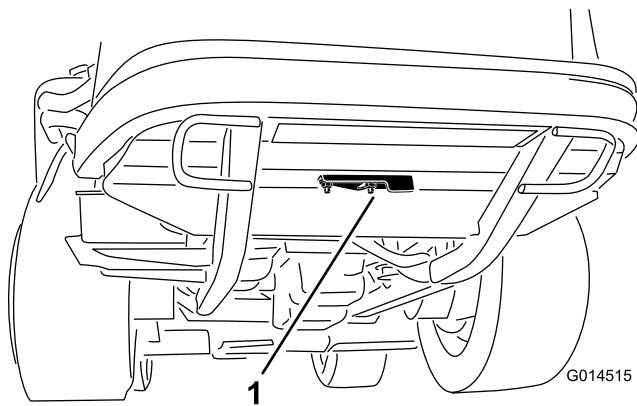

Figura 42
2. Afloje la tuerca con arandela prensada que sujeta la tapa del hueco de limpieza a la parte inferior del bastidor trasero (Figura 42). Gire la tapa a un lado para tener acceso al hueco de limpieza del bastidor.